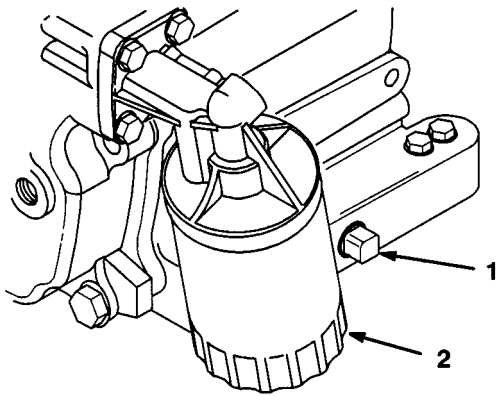

図 28
5. ドレンプラグ (図28) を外してオイルが抜けるのを待ち、プラグを元通りに取り付ける (1.8 kg.m)。